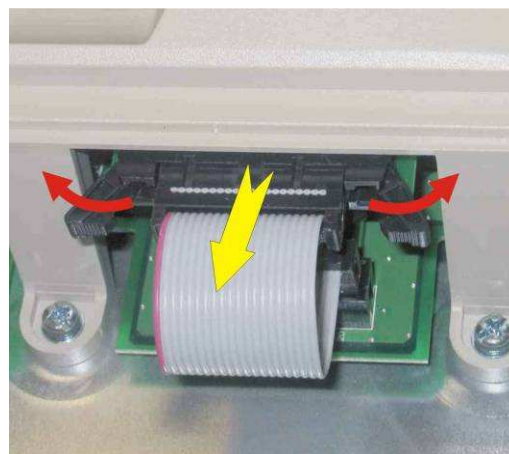

Рисунок 6.6
6.4.1 Повернуть фиксаторы разъема на стойке пульта и отсоединить розетку кабеля пульта (рисунок 6.6).